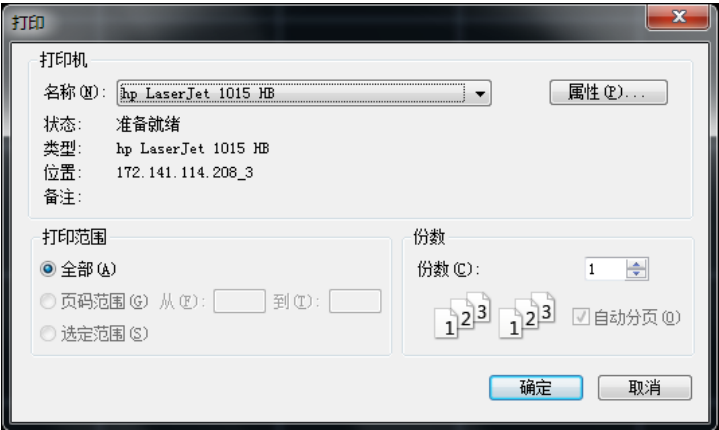

图 3.23 打印对话框
- 按下前面板【打印】键，弹出打印设置对话框，如图 3.23 所示。